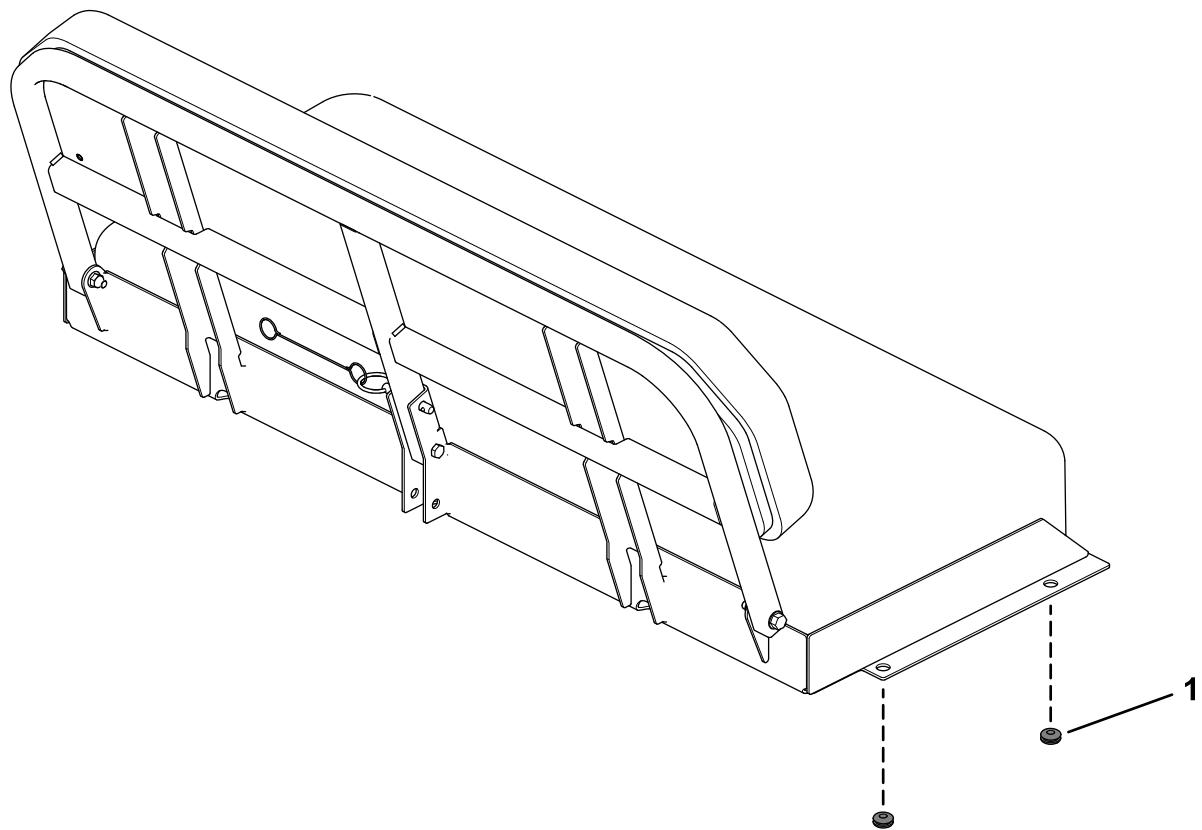

Figura 10
9. Instale quatro olhais de borracha nas extremidades da base do banco como se mostra na Figura 10.